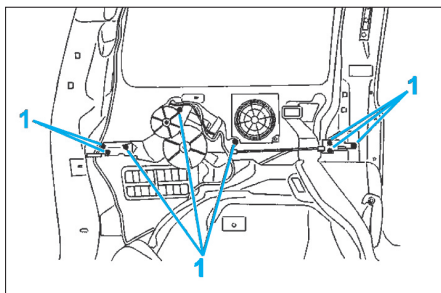

Fig. 41
- Déposer les 8 fixations (1) (Fig.41).